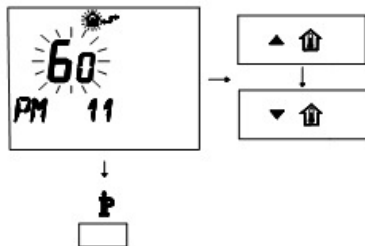

Figura 5.48
- Para modificar el punto de consigna programado use los botones ▲🏠 o ▼🏠 y espere a que el número programado comience a parpadear (Figura 5.48). Cada paso de aumento o reducción equivale a 6 segundos.